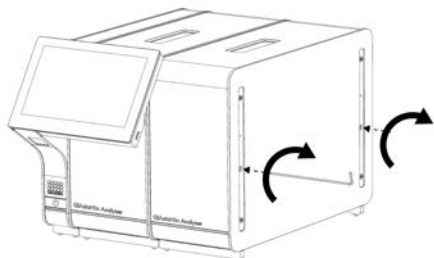

Abbildung 16: Ausrichten und Anbringen des zusätzlichen Analysemoduls
4. Richten Sie das zusätzliche Analysemodul am vorhandenen Analysemodul aus. Ziehen Sie die Schrauben unter Verwendung des mit dem QIAstat Dx Analyzer 1.0 gelieferten Werkzeugs für das Analyse- und Betriebsmodul fest (Abbildung 16, nächste Seite).